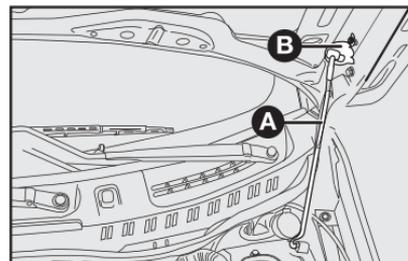

fig. 98
4) introduzir a extremidade da varetta **A** na abertura **B** do capô do motor **fig. 98**.
1) manter levantado o capô com uma mão e, com a outra, tirar a vareta **A-fig. 98** da abertura **B** e repô-la no seu dispositivo de bloqueio.